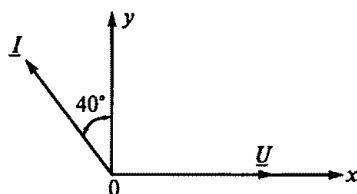

Рис. 88
3.27. Какие из приведенных выражений для синусоид напряжения и тока соответствуют векторной диаграмме, показанной на рис. 88?